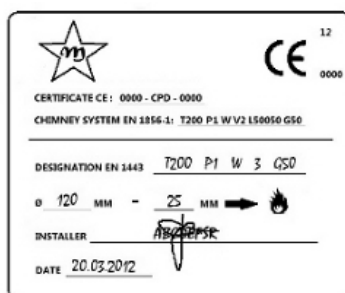

Fig. 4 - Exemple de plaquette
- Le conduit des fumées doit être CE selon **la norme EN 1443**. Nous joignons un exemple de plaquette (voir **Fig. 4**).